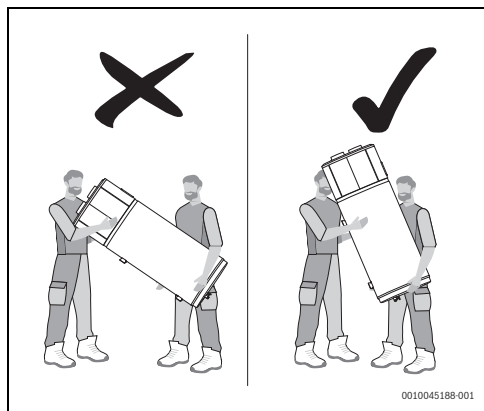

Fig. 6
- ▶ Non sollevare l'apparecchio dai pannelli superiori (Fig. 6).